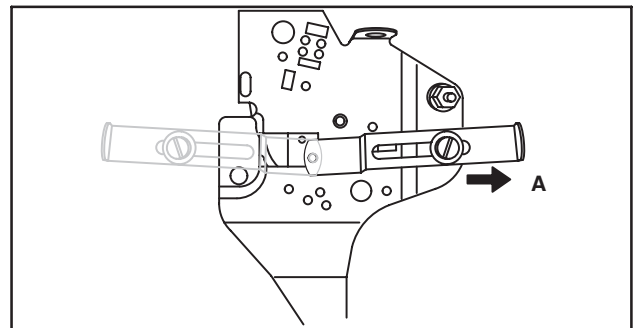

Fig. 67
Régler la commande manuelle à friction comme indiqué (A), pour augmenter la vitesse, Fig. 67.